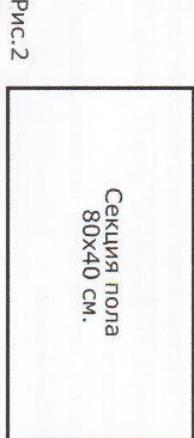

Рис.2
– В ЛН **Хантер 290 Р** – пайолы размером 80x40 см в количестве 2 шт., из ламинированной водостойкой фанеры толщиной 6 мм (рис.2).